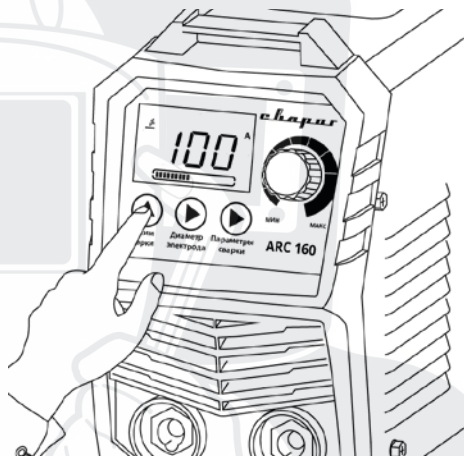

Рис. 11.2. Выбор способа сварки.
4. Перейдите в режим TIG на передней панели сварочного аппарата (См. рис.11.2).